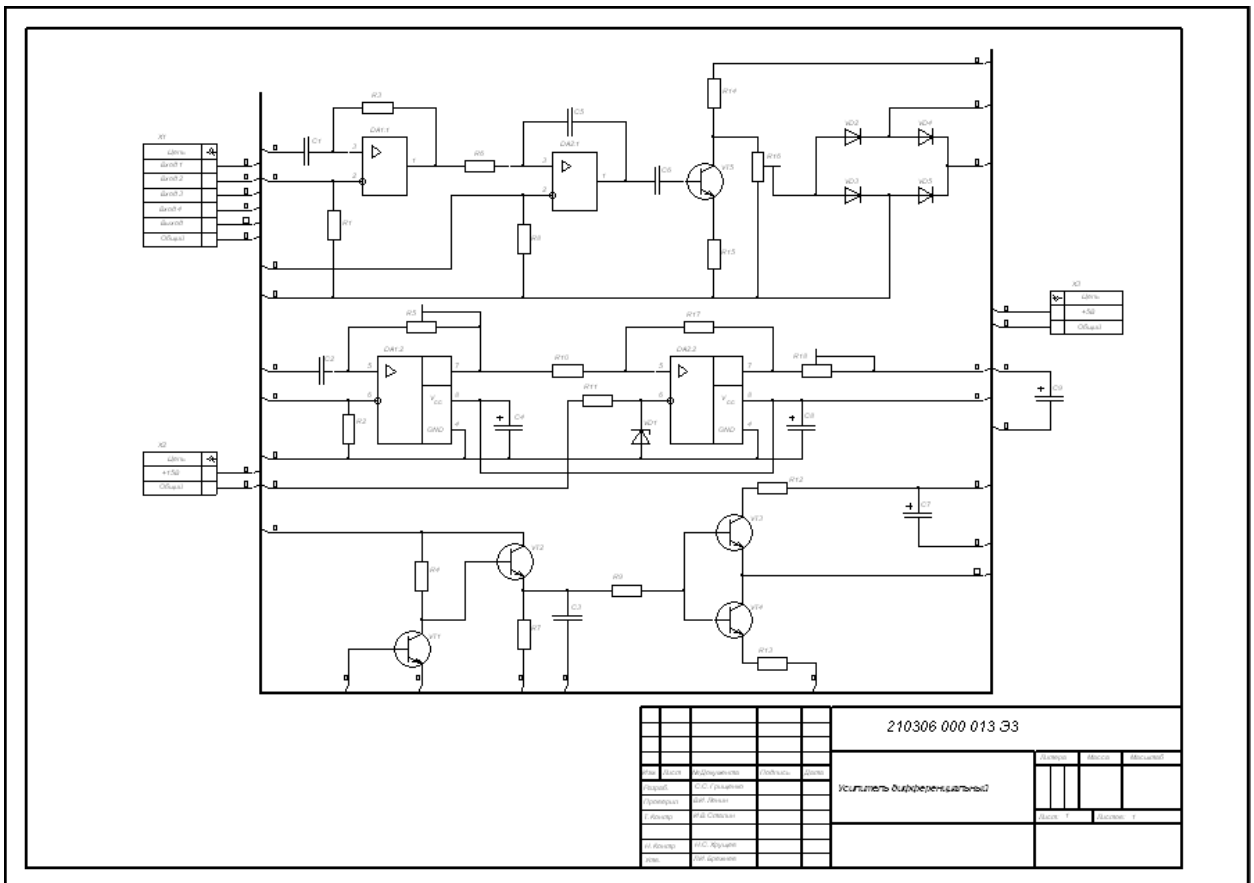

Рис. 4 Предварительный просмотр печати
- 2.7 Нажмите кнопку **Page Setup**. Перед вами откроется окно, изображенное на рис. 4.
- 2.12 Сделайте предварительный просмотр печати (рис. 4).
- 2.13 Как вы сами можете убедиться на рис. 4, теперь весь чертеж вмещается в поле печати.